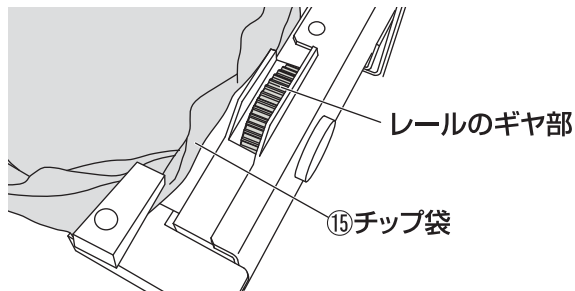

図8 ギヤ部拡大図
- レールのギヤ部にチップ袋⑮がかからないように注意してください。 図8 参照